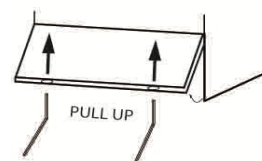

Abb. 8
- 1- Entnehmen Sie die Frontplatte mithilfe eines Innensechskantschlüssels oder Ähnlichem, indem Sie es in die entsprechenden Öffnungen einführen und die Platte nach außen ziehen. Bei Durchschub-Modellen, schrauben Sie die Schrauben an der Unterseite der Platte ab. (Abb. 8)
Die Einstellung der Dosiereinrichtung erfolgt mithilfe der Schraube, die nach Demontage der Frontplatte unter der Beckentür zugänglich ist. (siehe Abb. 8)
Die Einstellung der Dosiereinrichtung erfolgt mithilfe der Schraube, die nach Demontage der Frontplatte unter der Beckentür zugänglich ist (siehe Abb. 8)